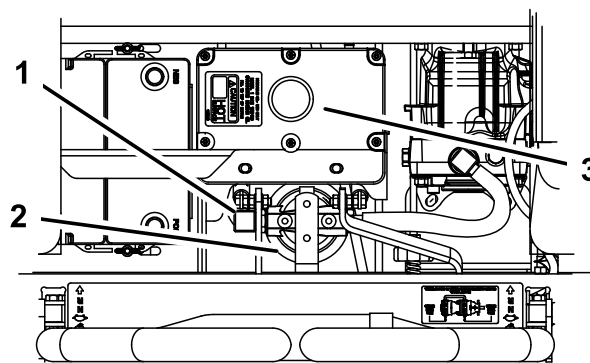

Рисунок 99
4. Отсоедините правый гидравлический шланг, подсоединенный к переходнику (Рисунок 99).
6. Подсоедините правый гидравлический шланг к переходнику (Рисунок 99).